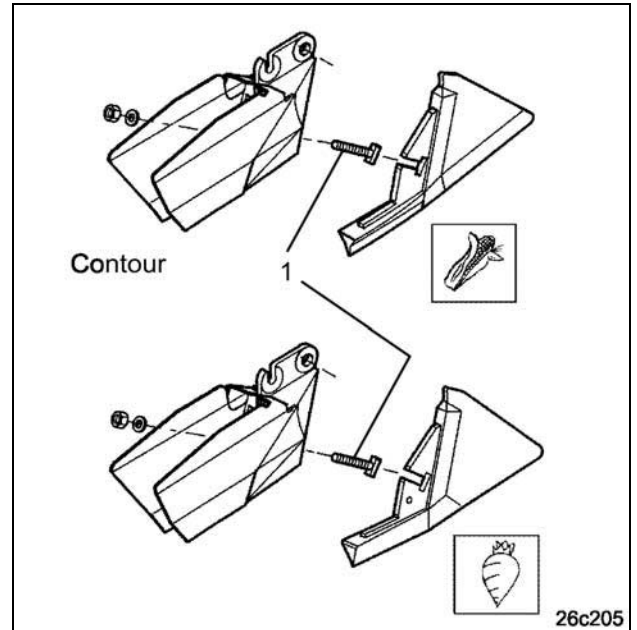

Fig. 199
- boutverbinding (Fig. 199/1) losdraaien